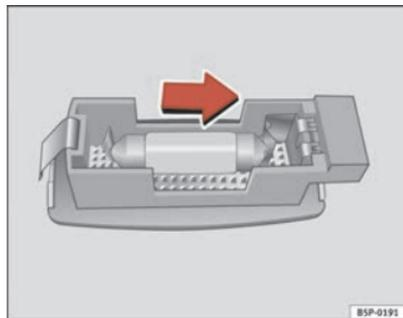

Fig. 195 Smontaggio della luce dell'aletta parasole
- Estrarre con cautela il coprifanale utilizzando il cacciavite dal lato piatto, come indicato nella figura ⇒ fig. 195.
- Rimuovere la lampada, muovendola verso l'esterno nel senso della freccia ⇒ fig. 195. ■